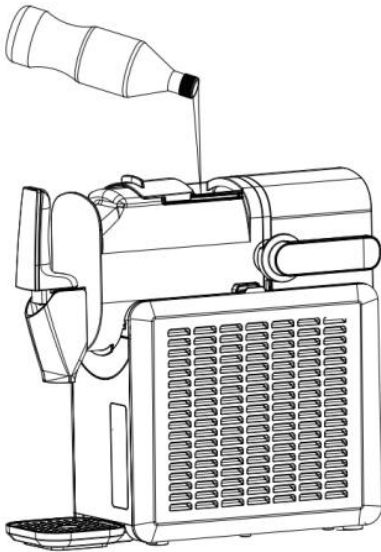
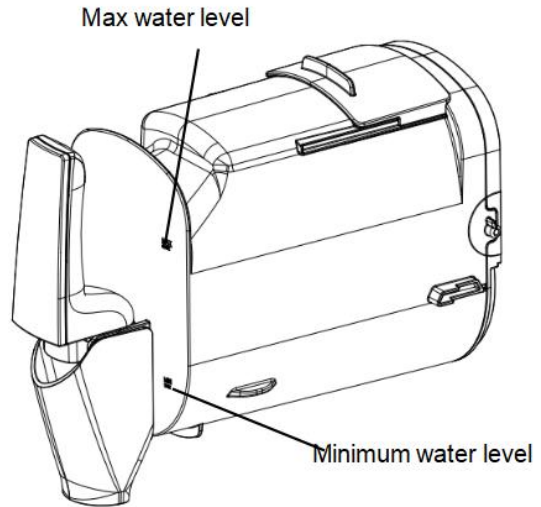

Figure 1
Figure 2
1. Controleer het laadvat voordat u het materiaal erin giet, om er zeker van te zijn dat het laadvat op zijn plaats is geïnstalleerd (zie het gedeelte 'reinigen' voor de demontage- en montageschappen, installeer de lekbak voordat u deze voor het eerst gebruikt), open de bovenklep van het laadvat en giet vervolgens langzaam het materiaal in het laadvat (zoals weergegeven in Afbeelding 1). De vloeistofcapaciteit moet tussen het minimale en maximale waterniveau liggen (zoals weergegeven in Afbeelding 2).
1. Om een verhoogde mengbelasting en overlopen na uitzetting van de ingrediënten te voorkomen, mogen de ingrediënten het maximale waterniveau niet overschrijden. Voor een nauwkeurige temperatuurregeling en normale werking moeten de ingrediënten worden toegevoegd tot het minimale waterniveau (zie afbeelding 2). De machine maakt de beste smoothies wanneer deze is gevuld met de maximale capaciteit, dus probeer smoothies te maken op basis van de maximale capaciteit.